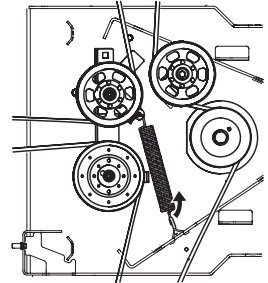

Figura 46
- b. Quite el resorte intermedio del enganche de resorte metálico del lado derecho del centro de la plataforma. Consulte la Figura 46.